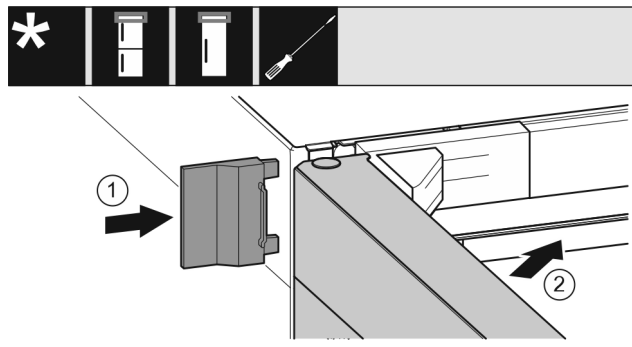

Fig. 24
- ▶ Ωθήστε το εξωτερικό κάλυμμα. Fig. 24 (1)
- ▶ Κλείστε την επάνω πόρτα. Fig. 24 (2)